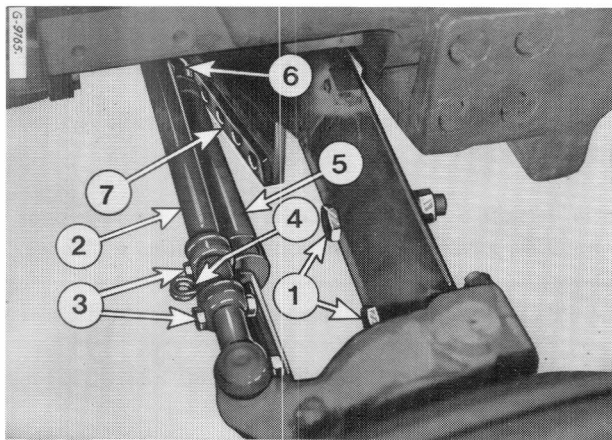

Figure 27a
Sur les tracteurs à essieu avant réglable, l'écartement des roues avant peut varier suivant les dimensions indiquées dans le tableau ci-après grâce au coulissement des extensions. Ces dernières sont pourvues d'encoches et leur fixation est assurée au moyen des boulons (1) - Fig. 27a. La largeur de la voie peut être réglée de 1700 à 2100 mm par paliers de 100 mm.
Otez les boulons de brides (1) - Fig. 27a retirez l'attache-rapide (4) et desserrez les colliers de serrage (3) de la barre d'accouplement.
NOTE: L'intervalle entre les trous de la barre d'accouplement (2) - Fig. 27a et la barre de réglage (7), correspond pour les deux extensions d'essieu au saut d'un trou.